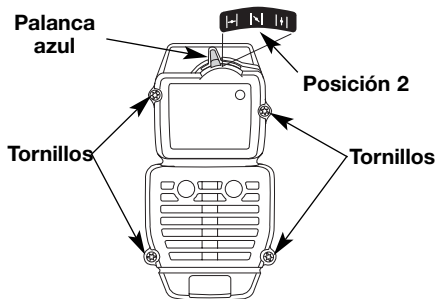

Fig. 21
**NOTA:** La palanca azul debe estar en Posición 2 (Fig. 21) para sacar la cubierta del silenciador / filtro de aire.
2. Saque los cuatro (4) tornillos que sostienen la cubierta del silenciador / filtro de aire (Fig. 21). Use un destornillador de broca Torx N° T20.
2. Inserte los cuatro (4) tornillos en los orificios de la cubierta del silenciador / filtro de aire (Fig. 21) y ajústelos. **No los ajuste demasiado.**